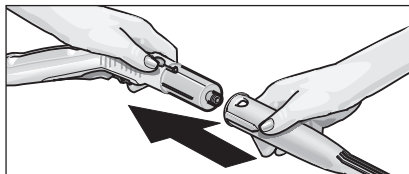

Fig. 2 : raccordement d'accessoires au pistolet à vapeur
- Raccordez l'accessoire souhaité (D1,E1,F1) au pistolet à vapeur (C1) en emboîtant l'extrémité en forme de tube de l'accessoire sur le pistolet à vapeur (C1). Enfoncez ensuite l'accessoire jusqu'à ce que la touche de verrouillage (C2) du pistolet à vapeur s'enclenche (voir fig. 2).